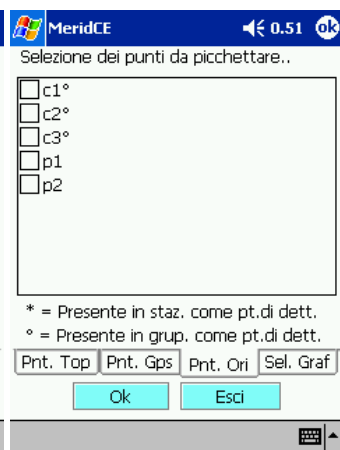

fig. 93
- Pt. Orientamento per picchettare punti presenti nella lista punti orientamento (importati con il file di testo o inseriti manualmente) fig 93. Per scegliere i punti basta attivare le caselle corrispondenti